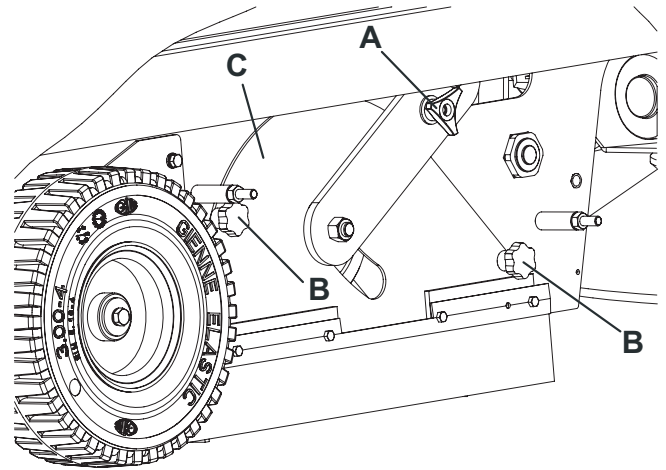

Abbildung 3
1. Die Maschine auf einen flachen Boden stellen und die Feststellbremse mittels des Pedals (3) und des Hebels (4) betätigen.
2. Den Zündschlüssel (82) auf „0“ drehen.
3. Die Knöpfe (23) ausschrauben und die rechte Klappe (22) entfernen.
4. Den Knopf (A, Abb. 3) ausschrauben.
5. Die Knöpfe (B, Abb. 3) ausschrauben und den Deckel des Hauptkehrwalzenraums (C) entfernen.
10. Den Deckel des Hauptkehrwalzenraums (C, Abb. 3) wieder einsetzen und die Knöpfe (B) und (A) einschrauben.
11. Die rechte Klappe (22) einsetzen und die Knöpfe (23) einschrauben.